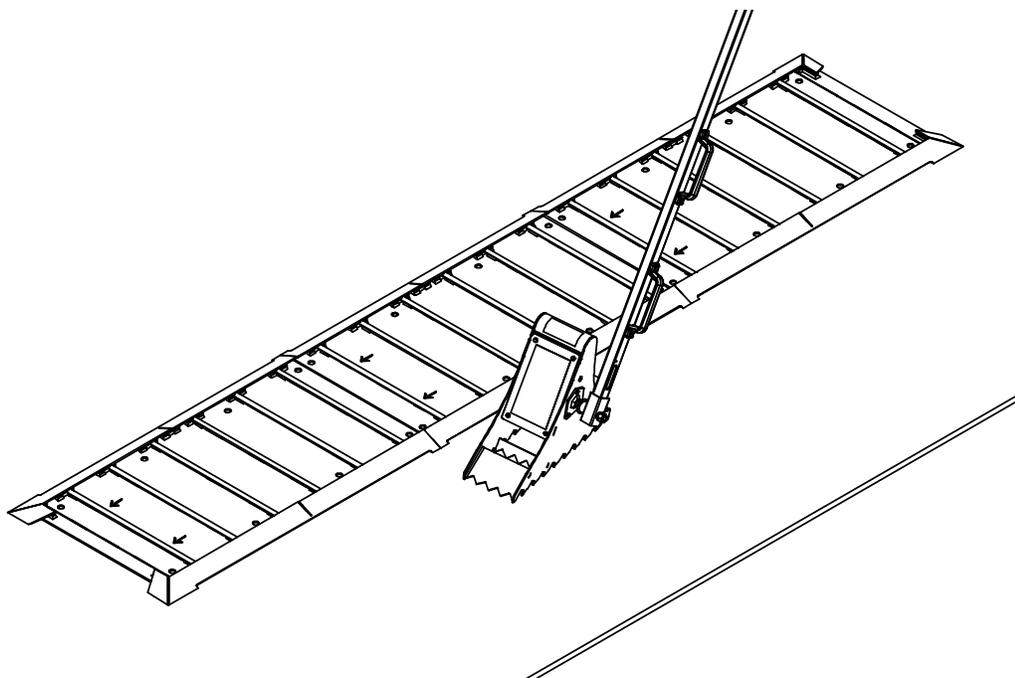

Figure 16
3. Tester la rétractation avec la cale sur la deuxième plaque de roulage. Vérifier que le bras se rétracte vers le mur en 5 secondes ou moins. Continuer d'ajuster la tension du ressort à l'aide du tendeur comme il se doit. Voir **figure 16** à la page 19.
4. Vérifier le retrait du bras à partir de la plaque de roulage la plus proche. Voir figure 16. Le bras doit se rétracter vers le mur en 5 secondes ou moins, sinon ajuster la tension du ressort à l'aide du tendeur.